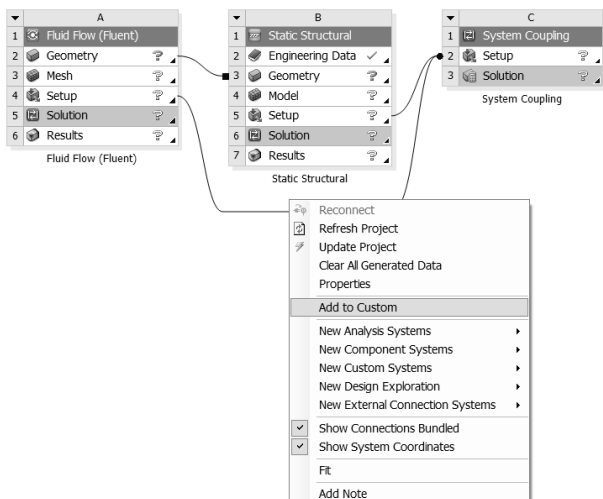

图 1-38 快捷菜单
Step5：同样操作，将 B5:Setup 拖曳到 C2:Setup，将 A4:Setup 拖曳到 C2:Setup，操作完成后项目连接形式如图 1-38 所示，此时在项目 A 和项目 B 中的 Solution 表中的图标变成了，即实现工程数据传递。
Step6：在 Workbench 18.0 平台的 Project Schematic（工程项目管理窗口）中单击右键，在弹出的如图 1-38 所示的快捷菜单中选择 Add to Custom（添加到用户）命令。